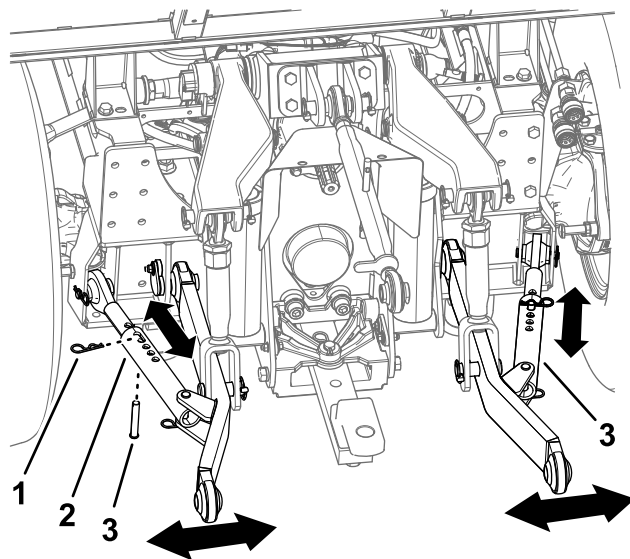

Рисунок 25
1. Извлеките игольчатый шплинт и шплинтуемый штифт из каждой поперечной тяги (Рисунок 25).
2. Отрегулируйте поперечную тягу, завернув или отвернув ее так, чтобы навесное орудие находилось в горизонтальном положении (Рисунок 25).
3. После регулировки закрепите поперечную тягу шплинтуемым штифтом и игольчатым шплинтом (Рисунок 25).